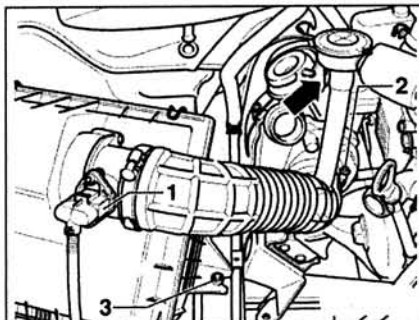

Рис. 2.28. Ослабьте хомут 2, отсоедините сепаратор масла (стрелка), отсоедините разъем проводки 1 от расходомера воздуха и снимите воздушный фильтр.
10. Ослабьте хомут 2, отсоедините сепаратор масла (стрелка), отсоедините разъем проводки 1 от расходомера воздуха и снимите воздушный фильтр (рис. 2.28).